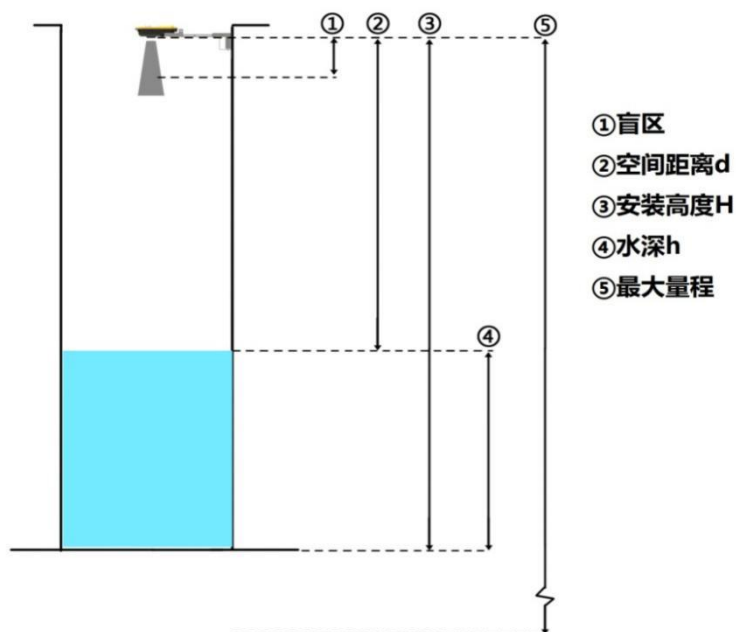

图 2-4 安装参数示意图
其中：R0 量程下限，R1 量程上限，R2 偏移量用于校正测量偏差，R3 通讯波特率。R4 通讯协议。R7 增益权限，档位越高接收灵敏度越高，检测的距离越远，但灵敏度高也可能误识别干扰信号。R9 安装净高，即安装示意图 2-4 中的③安装高度 H，测量模式为深度模式时该参数有效。R11 增强模式，一般默认自动模式。R12 ModBus 地址，配置为 ModBus 协议时，此设备在 485 总线中的地址。R13 最小回波次数过滤，设置的值越大，结果约可靠，但过大可能造成有效结果太少。R23 用于选择距离测试模式和深度测量模式。R24 选择“是”时采样失败返回上次有效测量值，选择“否”时采样失败返回 32768。